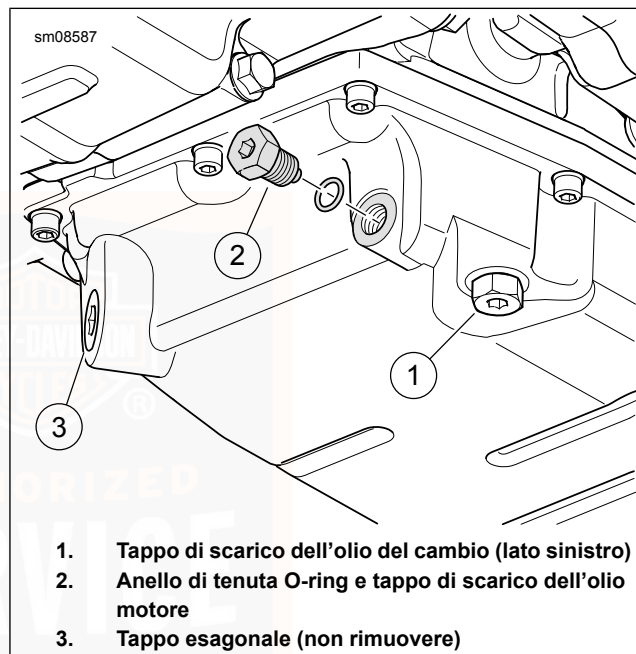

Figura 63. Coppa dell'olio
3. Vedere Figura 63 . Rimuovere il tappo di scarico dell'olio (2) e l'anello di tenuta O-ring. Fare defluire completamente l'olio.